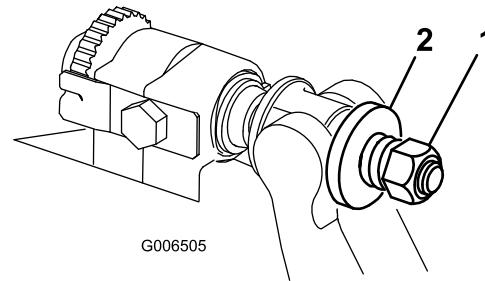

Figura 36
3. Apriete la tuerca de tensado del muelle hasta que el muelle esté comprimido del todo, luego aflojela 1/2 vuelta (Figura 36).